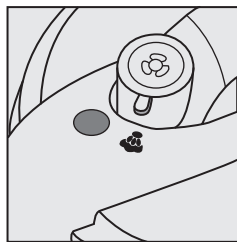

Figura 3
10. Após o preparo e antes de remover o alimento, retirar o cordão elétrico da tomada elétrica. Em seguida girar a válvula de controle do limite da pressão para a marcação de liberar vapor (figura 3) para reduzir a pressão interna até que a trava da tampa seja liberada.